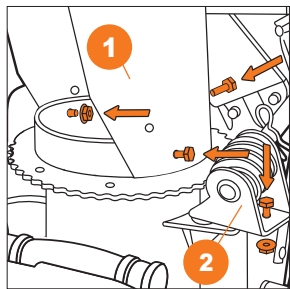

Рис. 11
- Установите желоб ① на отверстие выброса снега и закрепите его тремя болтами М8х20 и гайками М8. Установите шестерню поворотного механизма желоба ② и закрепите её болтом М8х30 и гайкой М8. (Рис. 11).